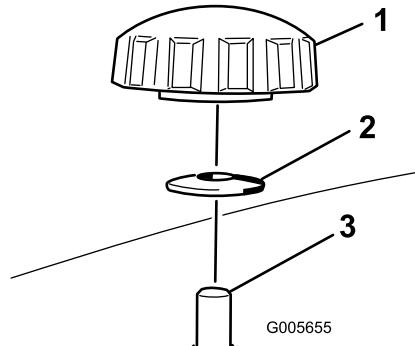
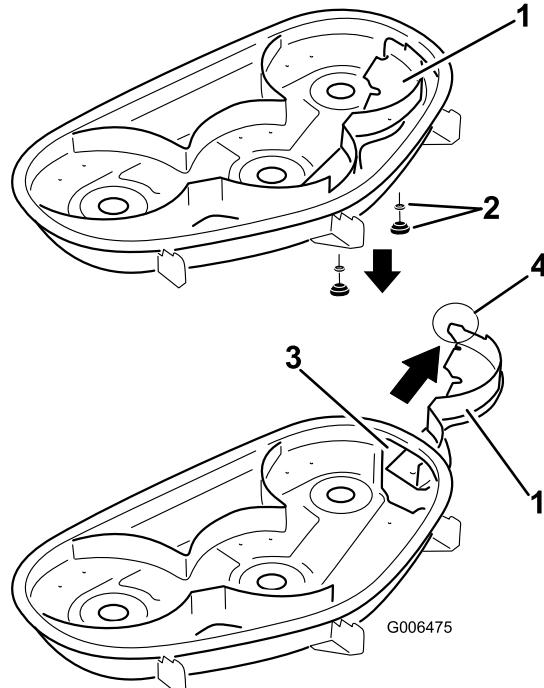

Figura 20
Figura 21
4. Retire los 2 pomos y las arandelas curvas que sujetan el deflector derecho al cortacésped, según se muestra en Figura 20.
5. Retire el deflector derecho y baje el deflector de hierba sobre el orificio de descarga, según se muestra en Figura 21 y Figura 20.
- Pase el deflector derecho por el orificio de descarga y fíjelo con 2 pomos y arandelas curvas (cara ahuecada hacia el cortacésped) según se muestra en Figura 20 y Figura 21.